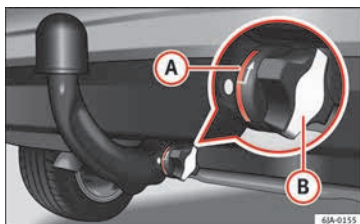

Abb. 200 Ordnungsgemäße Befestigung der Kugelkopfstange
- Die rote Markierung **(A)** » **Abb. 200** am Handrändelrad ist auf die weiße Markierung an der Kugelkopfstange gerichtet ist.